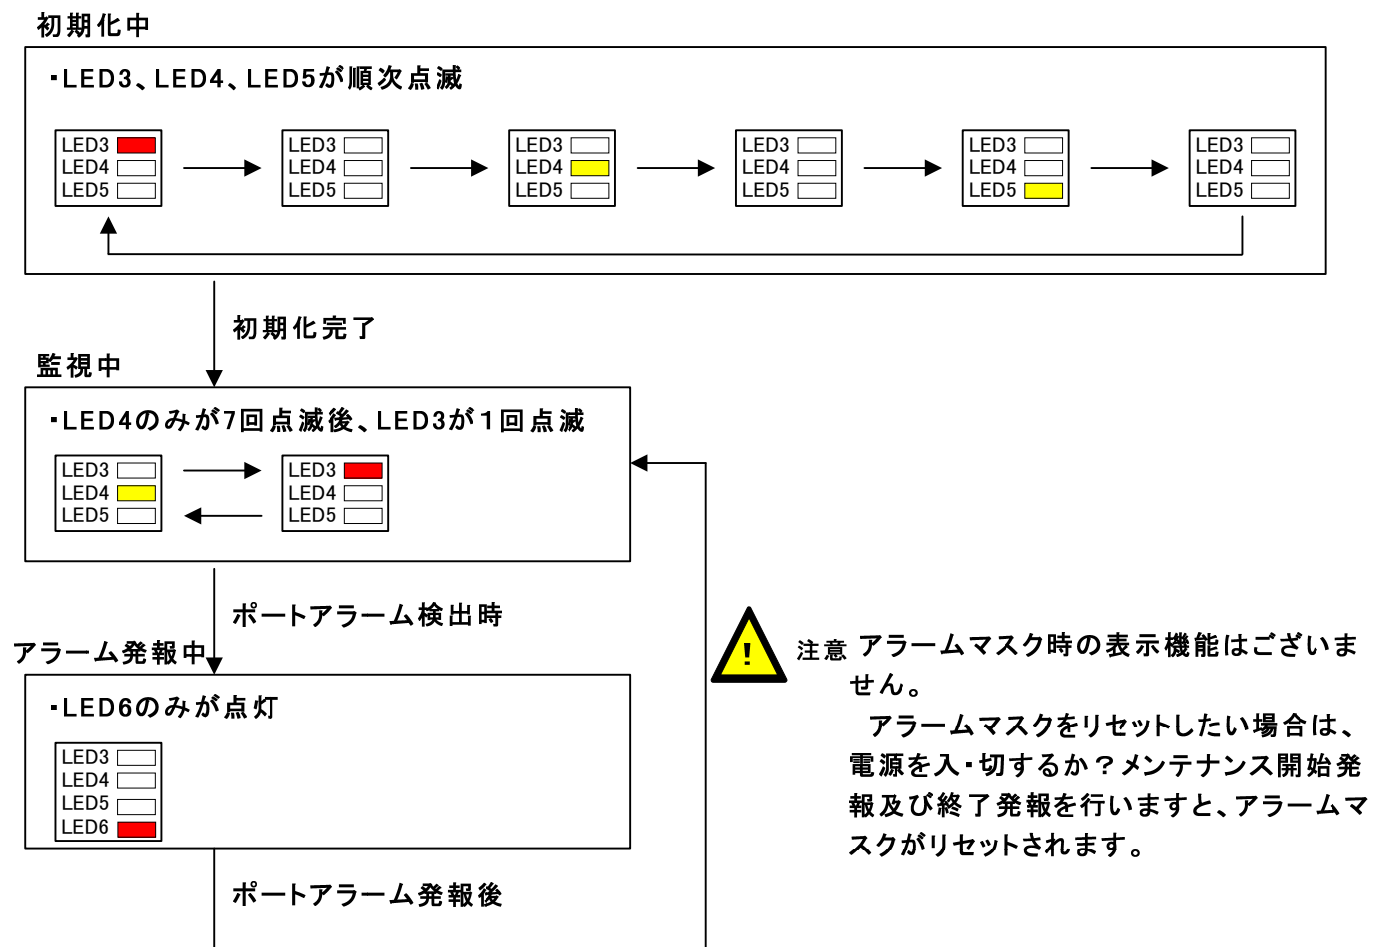

図5.7. 状態LEDの遷移(アラーム発生)
- ② 図5.7に示すようにLED3～LED5が点灯し最終的にLED4のみが7回点滅後、LED3が1回点滅すれば準備完了です。(監視中)